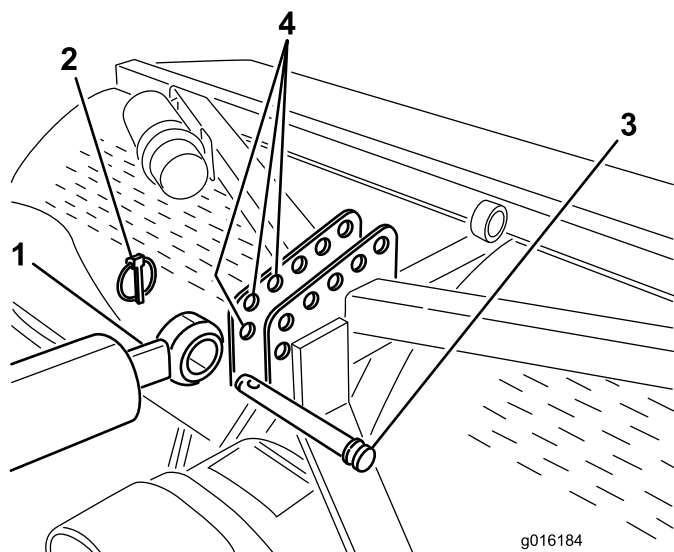
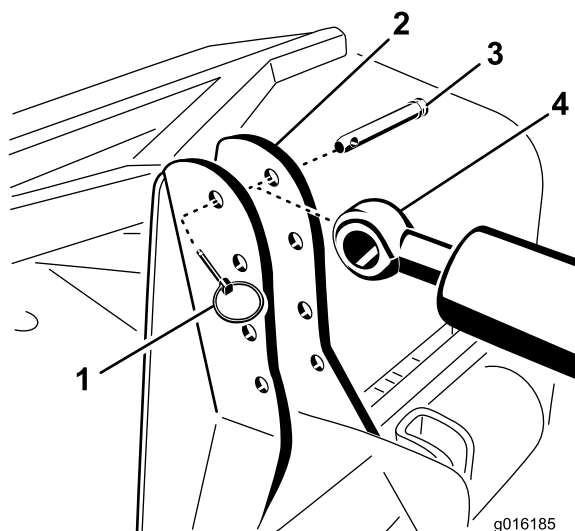

図 6
図 7
- リンクピンとリンチピンを使って、油圧式上部リンクのロッド端を、エアレータのできるだけ前側の穴に固定する。図 6 または 図 7。